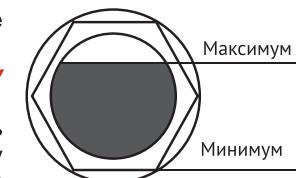
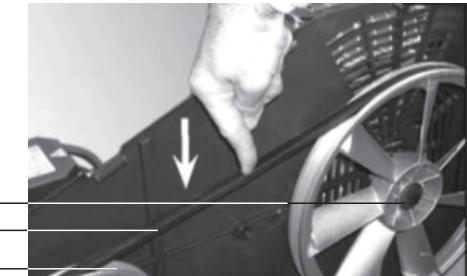

Рис. 3
Рис. 5
9.4.Перед запуском компрессора проверьте уровень масла в картере, он должен соответствовать среднему значению, между максимальным и минимальным уровнем в контрольном окне уровня масла (рис.3).
11.3.Проверка натяжения и замена приводного ремня для модели KMK-2500/100/2 (рис.5).
-сдвинуть двигатель в направлении компрессорного блока для ослабления натяжения приводного ремня (рис.5 поз.1);
-снять использованный ремень, очистить ведущий (рис.5 поз.3) и ведомый (рис.3 поз.2) шкивы от загрязнений;
Нормальным считается натяжение ремня, если при нажатии на его ветвь (см. рис.5) с силой около 35 Н, прогиб ремня составляет 5-6 мм.